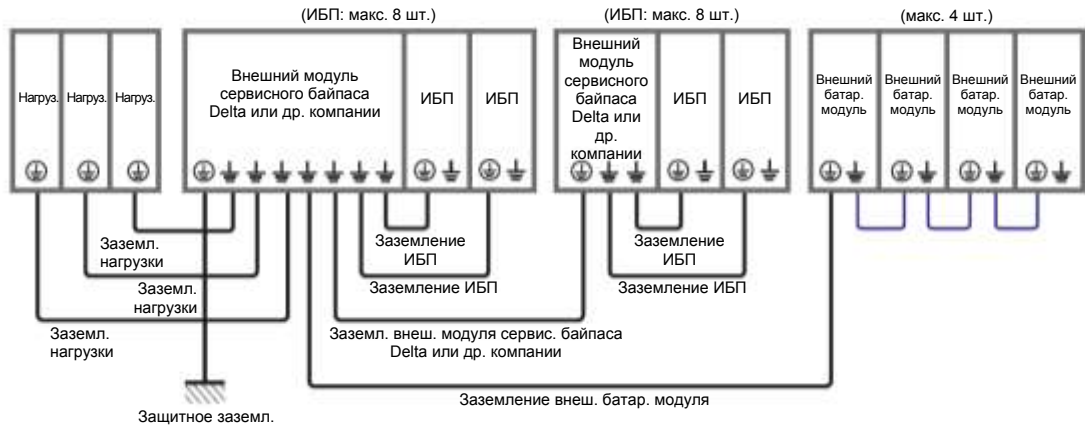

Рисунок 5-19: Схема заземления параллельных ИБП
- 7 См. **Рисунок 5-19** для заземления параллельных ИБП, внешнего батарейного модуля (модулей), внешних модулей сервисного байпаса Delta или др. компании и подключенных важных нагрузок.
- 8 См. **Рисунок 5-19** для заземления параллельных ИБП, внешнего батарейного модуля (модулей), внешних модулей сервисного байпаса Delta или др. компании и подключенных важных нагрузок.